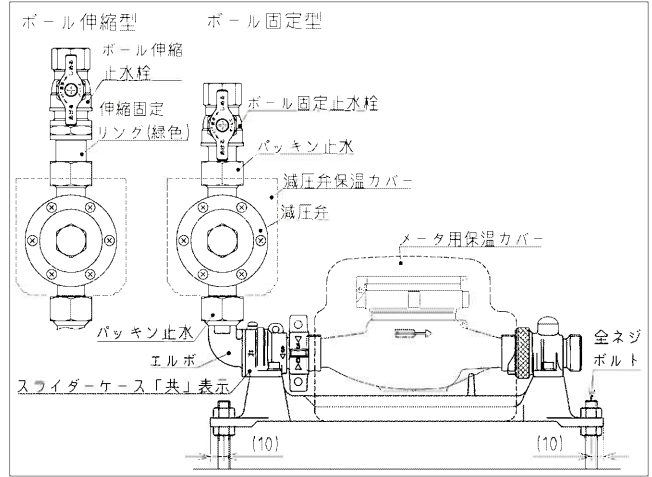

図 1
- ① 接続する配管は、洗浄・排水し、内部の異物を取り除いて、清浄な状態として下さい。
- ② 配管接続前にメータセットを水平に設置するため、コンクリート地面に墨入れした後、メータセットを取付ける位置へ、アンカーボルト又は全ねじボルトを埋めておいて下さい。推奨ねじの呼びは、W3/8又はM10です。(図1参照)
- ③ ボルトにメータセットを仮固定し、配管を接続します。配管接続後、メータセットを水平にして、アンカーボルト又は全ねじボルトに六角ナット及び座金を使用し、動かないように固定して下さい。(図1参照)
- ④ 配管は、メータセットへ無理な力が加わらない状態で接続して下さい。(フレキシブル継手等のご使用をお勧めします。)
- ⑤ 部品の点検、メンテナンス以外には、製品の分解はしないで下さい。
- ⑥ ボール伸縮止水栓で配管接続の際に、ボール伸縮止水栓の伸縮固定リングを外した場合は、配管接続後に、伸縮固定リングを必ず取り付けて下さい。
メータセット GL 型の 1 次側はボール止水栓、減圧弁及びエルボで構成されています。(図1参照) 各々は、袋ナット接続、パッキン止水方式になっています。